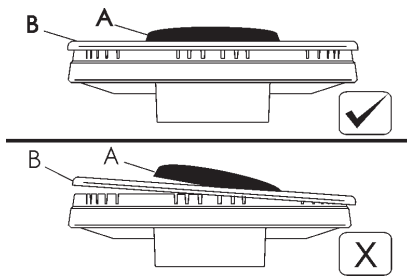
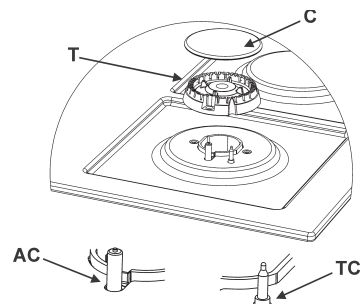

РИС. 7
РИС. 8
Если Вы хотите, чтобы поверхность плиты всегда блестела, а все остальные детали всегда были в хорошем состоянии периодически промывать горячей плиты, решетки, эмалированные крышки "А - В - С", и горелка возглавляет "Т" (см. рис. 7 - 8) Также должны быть вымыты и зажигание элементов "АС" и безопасности отключения датчиков «ТС» (см. рис. 8) должны быть очищены. Не мойте их в посудомоечной машине.
- *Проверьте, чтобы крышки конфорок «А - В - С» (рис. 7 - 8) были правильно установлены на своих местах. Правильно установленная крышка фиксируется на своем месте и не сдвигается.*